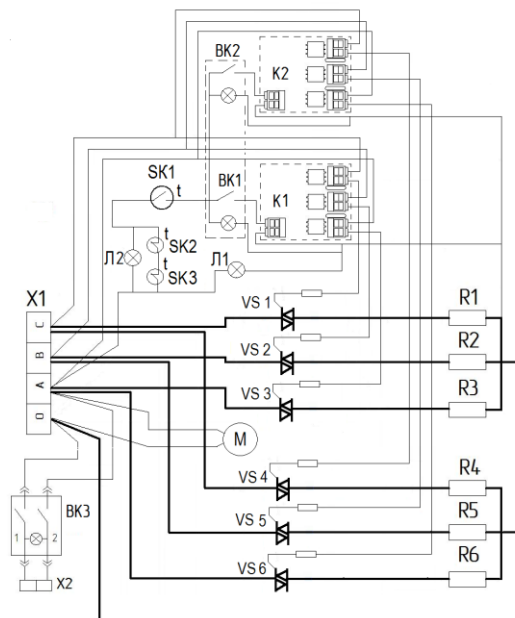

Рис.3
* При работе водонагревателей в 3х фазной сети для возможности регулирования мощности нагрева включением (отключением) 2ой и 3ей фаз, допускается подключение к электросети осуществлять через 1фазные автоматические выключатели соответствующей мощности. При этом, для сохранения работоспособности ЭВП, не допускается установка 1ф выключателя в 1ую фазу (фаза А, см. схему рис.3).
Электрическая схема водонагревателей представлена на рис. 3.